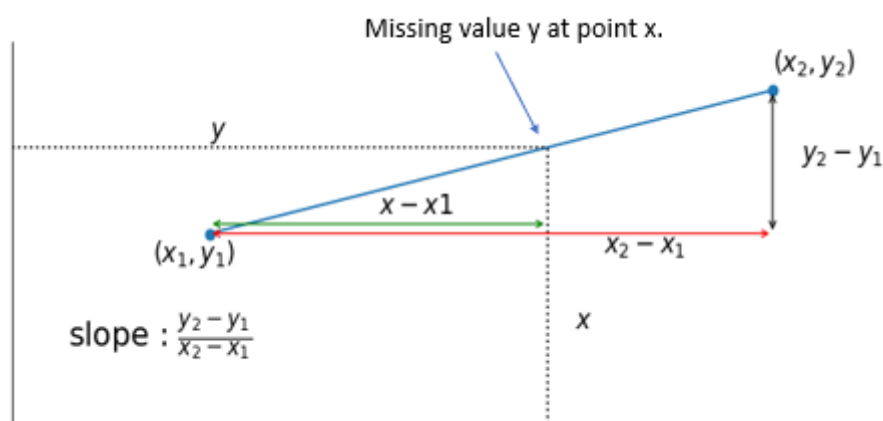

图 1：线性插值
**提示：**请参考图 1，考虑点  $x_1$  和  $x_2$  处的数据  $y_1$  和  $y_2$  是已知的值。在  $x_1$  和  $x_2$  之间其他点  $x$  的数据  $y$ ，可以根据从  $(x_1, y_1)$  到  $(x_2, y_2)$  的直线来计算。